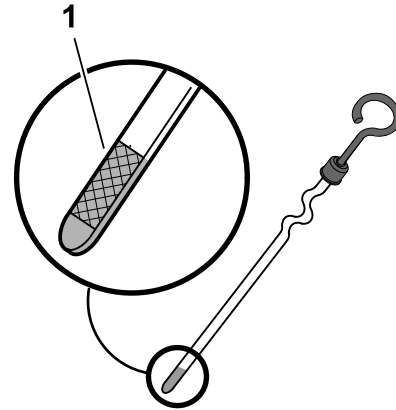

図 30
4. ディップスティックを補給管の中にしっかりと差し込む **図 30**。